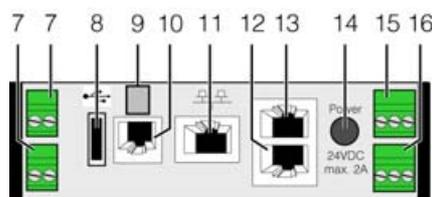

Imagen 58: Unidad de regulación Liquid Cooling Package (CMC III PU) – parte trasera
Para la conexión del módulo de ventiladores y de agua debe utilizarse exclusivamente la segunda conexión CAN-Bus (imagen 58, pos. 13).
Con el fin de controlar otros parámetros físicos del Liquid Cooling Package es posible conectar hasta cuatro sensores estándar adicionales a la unidad de regulación (CMC III PU). Para ello se conectan los sensores a la primera conexión CAN-Bus en la parte trasera de la unidad de regulación (imagen 58, pos. 11) y se configuran a través de la superficie web.